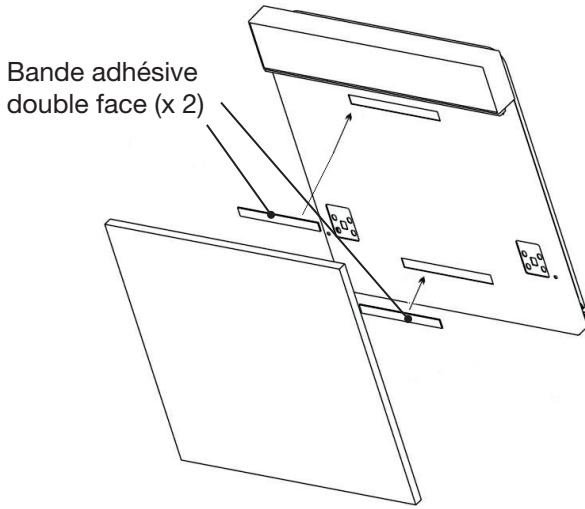

FIGURE 5a
- Collez les 2 bandes adhésives double face dans les emplacements prévus à cet effet puis, collez le panneau d'habillage sur la porte (Figure 5a).